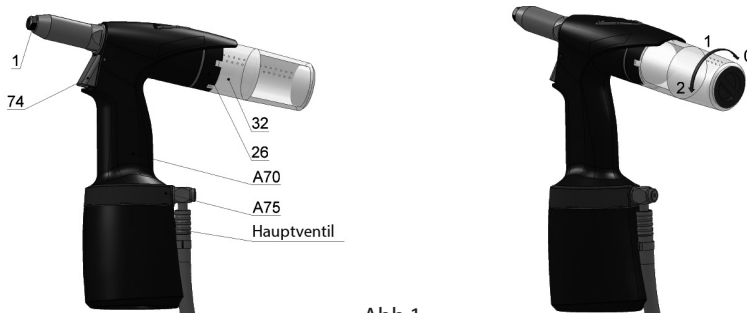

Abb.1
Der Hersteller hat das Werkzeug mit einem Mundstück /Abb. 1 - Pos.1/ für Niete mit den Ø 6,4 ausgestattet. Die Verwendung von Blindniete mit anderen Durchmessern (im weiteren Verlauf BN genannt) erfordert die Nutzung geeigneter Mundstücke /Abb.1 - Pos.1/, die sich in dem Zubehörcasten des Werkzeugs befinden.
**Austausch der Mundstücke:** Verbinden Sie das Werkzeug mit der Druckluft, drücken Sie den Drucker und schrauben Sie das Mundstück /Abb.1 - Pos.A75/ mit einem Schlüssel Nr. 12 ab. Schrauben Sie ein neues Mundstück auf (gemäß der Tabelle) und ziehen Sie es fest. Jetzt können Sie den Drucker des Werkzeugs loslassen.
Das Werkzeug ist mit einer Drehluftzufuhr „Revolversystem“ /Abb.1 – Pos.75/ ausgestattet, die die Positionsverstellung des Luftzufuhrschlauches vor und während des Werkzeugbetriebs ermöglicht. Der Luftschlauch behindert den Nietvorgang in keiner Position.
Das Werkzeug ist mit einem multifunktionellen Drucker /Abb.1 - Pos.74/ ausgestattet:
Das Werkzeug ist mit einem multifunktionellen Nietdornbehälter /Abb.1 - Pos.32/ ausgestattet, der die folgenden drei Positionen bietet (siehe Abb.1/.
Schieben Sie den Nietdornbehälter /Abb.1 - Pos.32/ bis zum Anschlag in die ringförmige Aussparung /Abb.1 - Pos.26/, um den Sperrriegel herunterzudrücken und drehen Sie den Behälter in die Position 1 oder 2. Der Nietdornbehälter ist jetzt richtig eingesetzt. Die Ansaugung muss in Pos. 2 beginnen. Der Nietdornbehälter /Abb.1 – Pos.32/ hat Bohrungen für Luftausgang. Gegenseitige-lage zwischen Nietdornbehälter und Aussparung /Abb.1 – Pos.26/ ermöglicht Richten Luftauftritt aus Nietdornbehälter.
Drehen Sie den Nietdornbehälter /Abb.1 – Pos.32/ bis zum Anschlag in die Position 0 und ziehen Sie ihn aus der ringförmigen Aussparung heraus /Abb.1 – Pos.26/. Hierdurch wird die Ansaugung abgeschaltet.
Die Ansaugung schaltet sich durch Drehen und Entfernen des Nietdornbehälters /Abb.1 - Pos.32/ ab. Setzen Sie die Blindniete in das Loch des Mundstücks auf dem Nietwerkzeug ein. Drücken Sie den Drucker, um die Spannbacken von dem Kopf der Blindniete wegzubewegen. Die Bewegung endet mit dem maximalen Hub. Wenn die korrekte Niete für das Mundstück eingesetzt wurde, wird der Nietdorn (Nietvorgang) für einen Hub des Werkzeugs herausgezogen. Lassen Sie den Drucker los, um die Spannbacken in die Ursprungsposition zurückzubewegen. Der Restnietdorn kann durch Kippen des Werkzeugs aus dem Mundstück entfernt werden /Abb.1 - Pos.1/.
Montieren und drehen Sie den Nietdornbehälter /Abb.1 - Pos.32/ in Position 1, um ihn zu verriegeln. Setzen Sie die Blindniete in das Loch des Mundstücks auf dem Nietwerkzeug ein. Drücken Sie den Drucker, um die Spannbacken von dem Kopf der Blindniete wegzubewegen. Die Bewegung endet mit dem maximalen Hub. Wenn die korrekte Niete für das Mundstück eingesetzt wurde, wird der Nietdorn (Nietvorgang) für einen Hub des Werkzeugs herausgezogen. Lassen Sie den Drucker los, um die Spannbacken in die Ausgangsposition zurückzubewegen. Der Restnietdorn kann durch Neigen des Werkzeugs in den Nietdornbehälter transportiert werden.
Durch Drehen des Nietdornbehälters /Abb.1 - Pos.32/ in die Position 2 wird die Ansaugung eingeschaltet. In dieser Position hält die Saugkraft die Blindniete in dem Mundstück /Abb.1 - Pos.1/ und ermöglicht so Nietarbeiten in jeder Position ohne die Gefahr, dass die Blindniete aus dem Mundstück des Werkzeugs herausfällt. Drücken Sie den Druker, um den Nietvorgang auszulösen. Sobald Sie den Hebel loslassen, wird der Restnietdorn in den Nietdornbehälter transportiert. Sobald der Nietdornbehälter zu ca. 70% mit Restnietdornen gefüllt ist, muss er entfernt und in der vorgeschriebenen Weise.